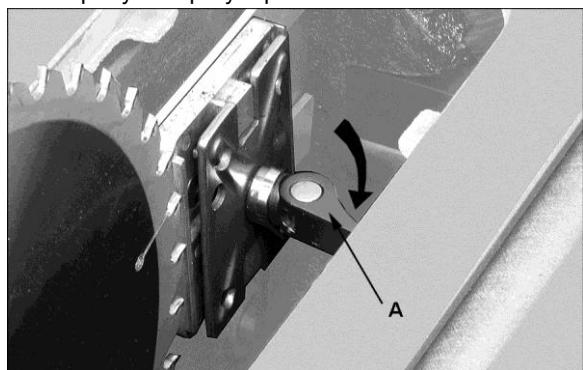

Рис.21
- Потяните ручку (A см. рис. 21) и снимите расклинивающий нож, делая заметки, в каком направлении расклинивающий нож должен быть подвинут с целью приведения его в параллель с пильным диском.